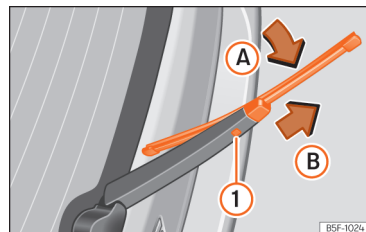

Fig. 153 Substituição da escova do limpa-vidros traseiro.
- Rode ligeiramente a escova » » » Fig. 153 (seta A).